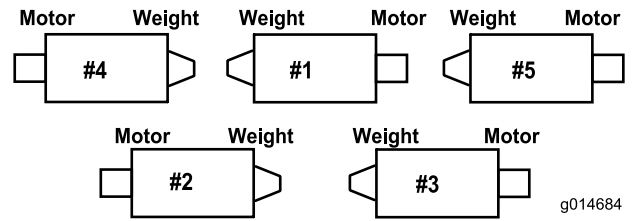
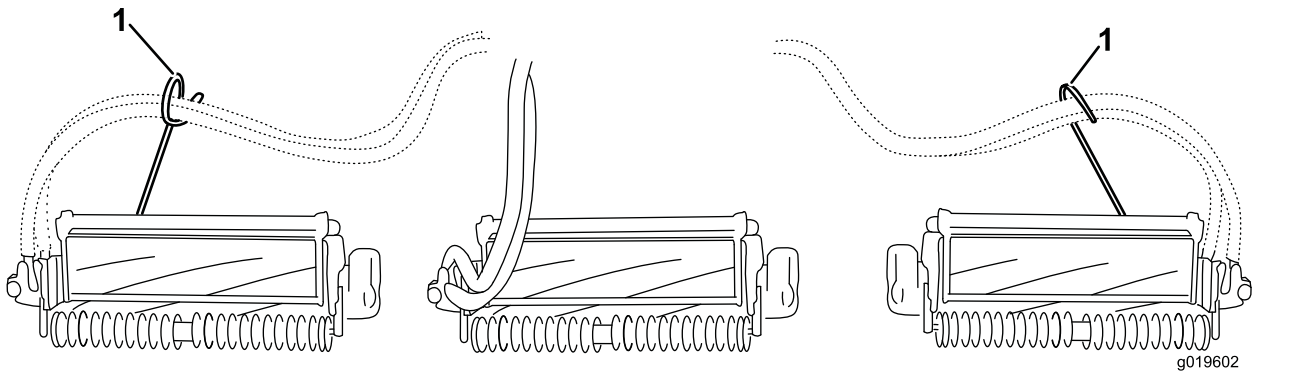
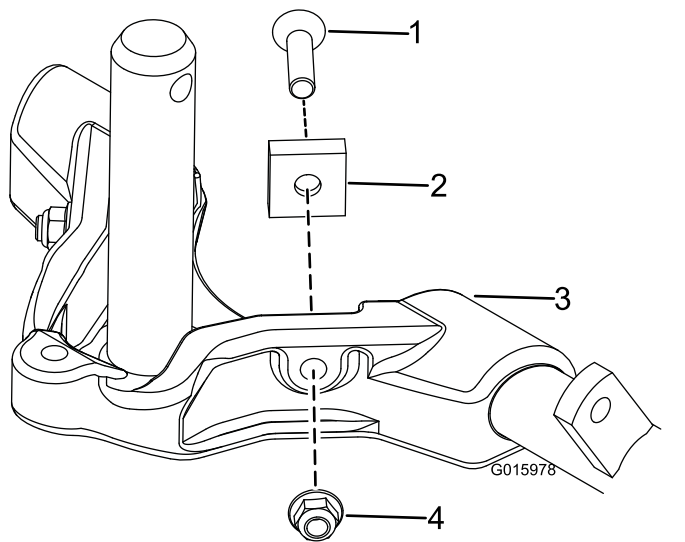

Bild 12
Bild 14
Bild 15
Wichtig: Montieren Sie an den Schneideeinheiten Nr. 4 (vorne links) und Nr. 5 (vorne rechts) die Schlauchführungen mit den Befestigungsmuttern der Stangenhalterung vorne an den Schneideeinheitennasen. Die Schlauchführungen sollten sich zur mittleren Schneideinheit neigen (**Bild 12** bis **Bild 14**).
6. Verbessern Sie die Lenkung an den hinteren Schneideinheiten, indem Sie die zwei Gelenkdistanzstücke, Sechskantschrauben und Bundmutter (**Bild 15**) von den Trägerrahmen der hinteren Schneideinheiten (Nr. 2 und Nr. 3) entfernen (**Bild 12**).